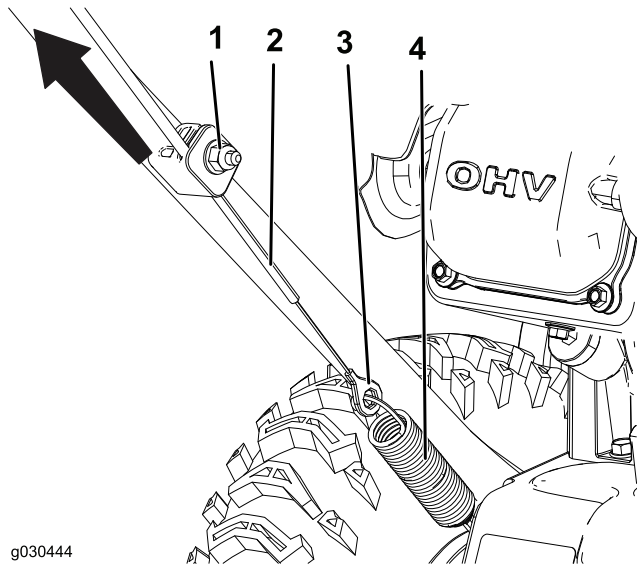

Bild 22
1. Lockern Sie die Mutter an der unteren Kabelklemme, ohne sie zu entfernen (Bild 22).
2. Ziehen Sie das Kabel hoch, damit es nicht durchhängt (Bild 22).
3. Halten Sie das Kabel fest und ziehen Sie die Mutter an (Bild 22).